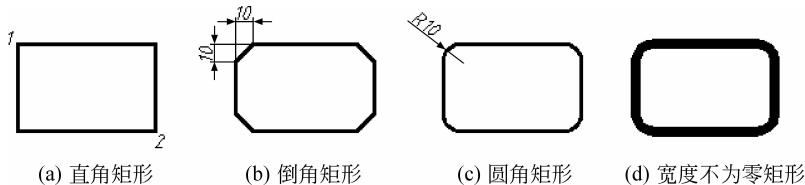

图 5-11 绘制不同参数的矩形图例
图例：如图 5-11 所示。
- 执行默认选项，可直接给出第一个角点（如左上角点）和第二个角点（如右下角点）两个参数即可绘制矩形，如图 5-11(a)所示。
- 矩形两个角点的顺序自由，第二个角点的坐标值可相对于第一个角点的坐标而定；如图 5-11 中，若 1 为起点，则 2 的参数应为 @80,-50；若 2 为起点，则 1 的参数应为 @-80,50。
- 命令行中方括号内的字符选项含义如下：C 为绘制带倒角的矩形，F 为绘制带圆角的矩形，W 为绘制具有一定宽度的矩形，如图 5-11(b)、(c)、(d)所示。其余参数项略。